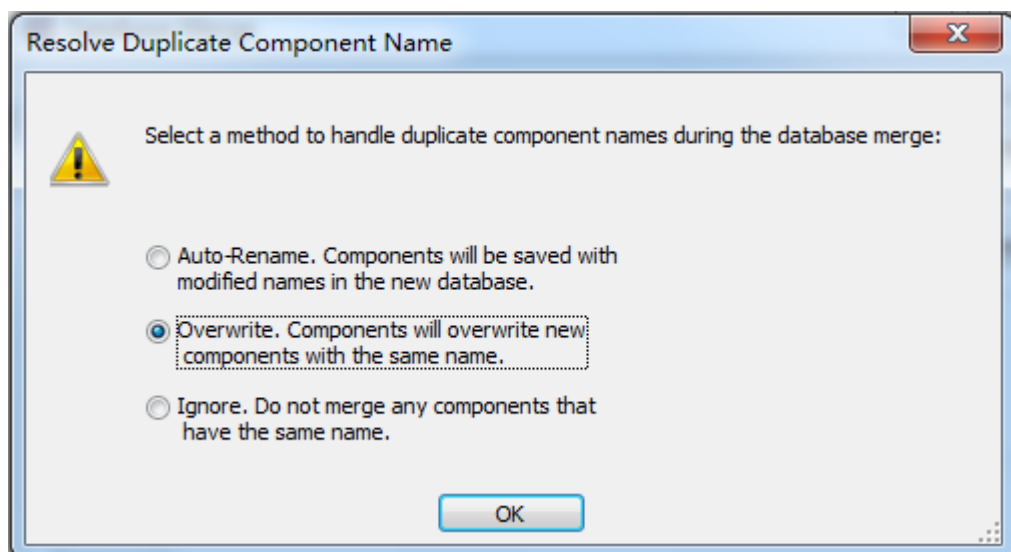

图 2-3 “Resolve Duplicate Component Name” 对话框
3. 单击“打开(O)”后会回到“Database Merge”对话框，此时已完成源数据库与目录数据库的选择，单击“Start”命令后弹出“Resolve Duplicate Component Name”对话框如图 2-3 所示，在此对话框中选择第二项(覆盖方式)后单击“OK”后选择“Yes”确认